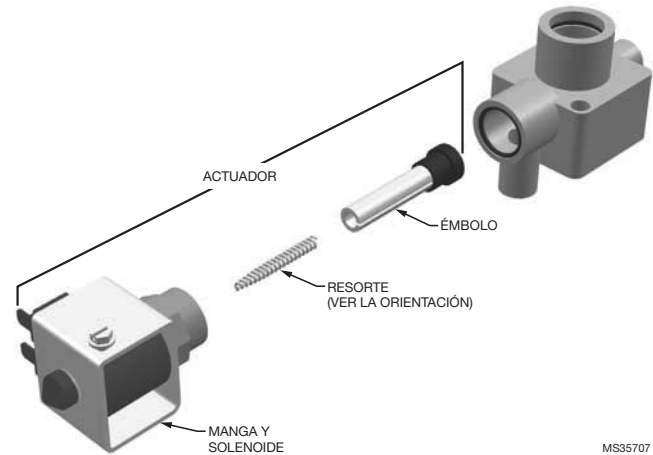

Fig. 25. Ensamblaje del actuador de la válvula de desagüe.
7. Vuelva a armar el actuador y asegúrese de orientar el extremo cerrado del resorte tal como se muestra en la Fig. 25. Ajuste la tuerca de latón 1/4 después de apretarla con la mano.